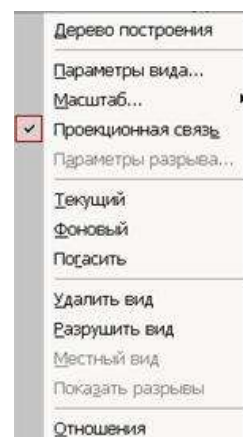

Рисунок 34 - Контекстное меню редактирования вида
2. Щелкнуть правой клавишей мыши внутри габаритной рамки для вызова контекстного меню (рис.34).